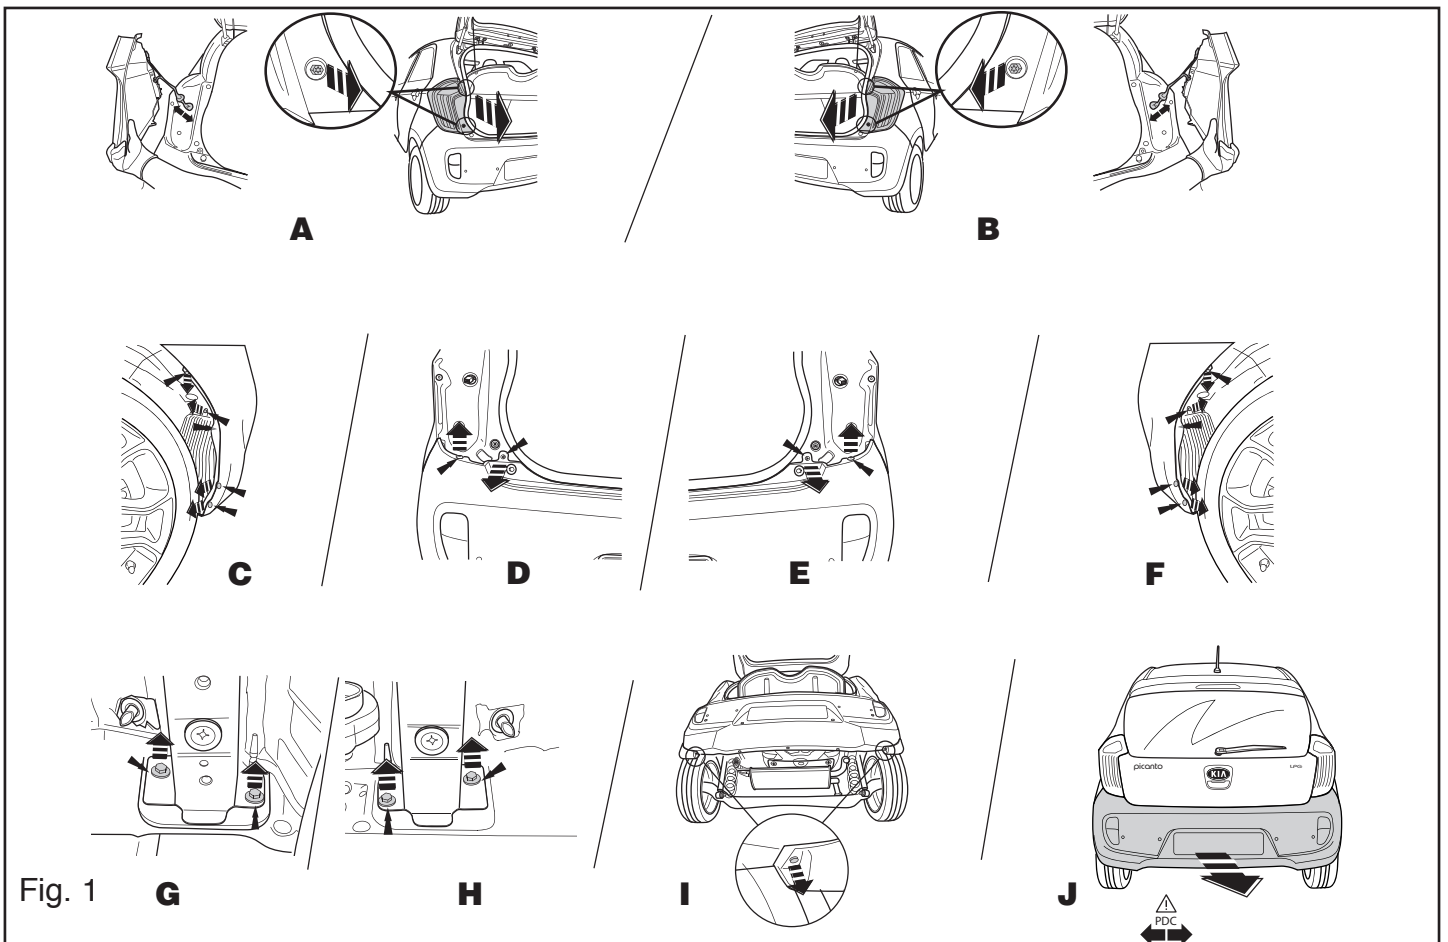

Fig. 1
1. **For 5Drs vehicles, the following applies:** Remove the rear-light units. Remove the bumper and the steel buffer beam from the vehicle. See fig. 1.
1. **Für 5Drs-Fahrzeuge gilt:** Die Rücklichter abmontieren. Die Stoßstange einschließlich des stählernen Stoßbalkens vom Fahrzeug abmontieren. Siehe Abbildung 1.
1. **Pour les modèles 5Drs:** Démontez les feux arrière. Déposer le pare-chocs du véhicule y compris la traverse en acier. Voir la figure 1.